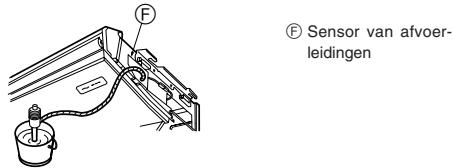

Fig. 5-3
- Maak de bij het apparaat meegeleverde sokverbinding ⑤ vast aan de uitlaatopening van het apparaat met een vinyl-chloride-lijn.
- Maak de bij het apparaat meegeleverde mofbedekking ⑥ vast aan de sokverbinding ⑤.
- Maak de buiten het apparaat lopende afvoerleiding (VP20) vast aan de sokverbinding ⑤ met een vinyl-chloride-lijn.
- Wikkel de bij het apparaat meegeleverde afvoerleidingsbekleding ⑦ om de afvoerleiding heen. (Doe plakband over de naad heen)
5. Controleer dat de afvoer goed werkt. (Fig. 5-3)